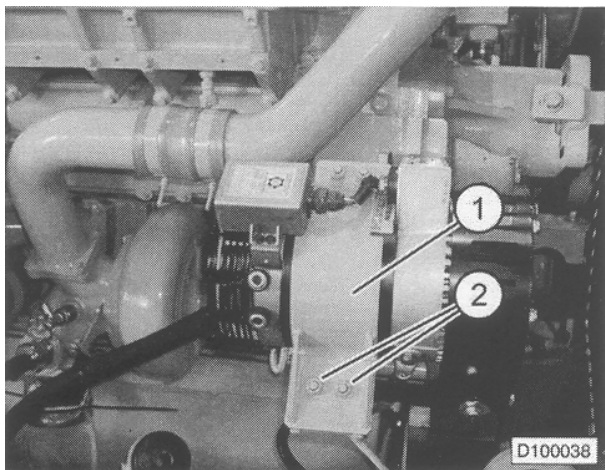

FIGURA 10-23. SOPORTE DE MONTAJE
9. Retire la mitad del soporte del alternador exterior (1, Figura 10-23) sacando cuatro tuercas de fijación (2).
3. Instale la mitad del soporte alternativo exterior (1, Figura 10-23). Instale cuatro tuercas fijadoras (2) y apriete a torque estándar.